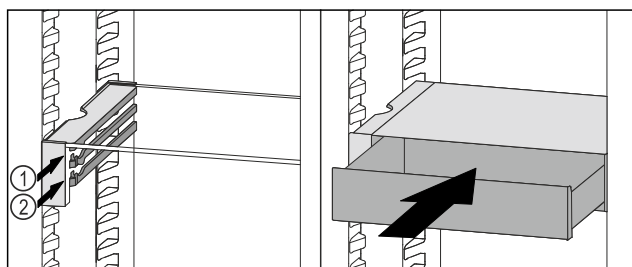

Fig. 65
- Placera VarioSafe-lådan bakom stoppklackarna på önskad list Fig. 65 (1) eller Fig. 65 (2).